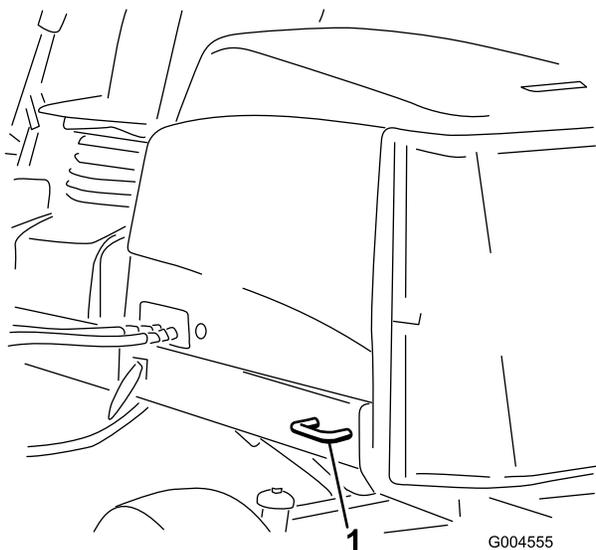

Рисунок 39
- В задней части – используйте каждую сторону машины на задней раме (Рисунок 39).